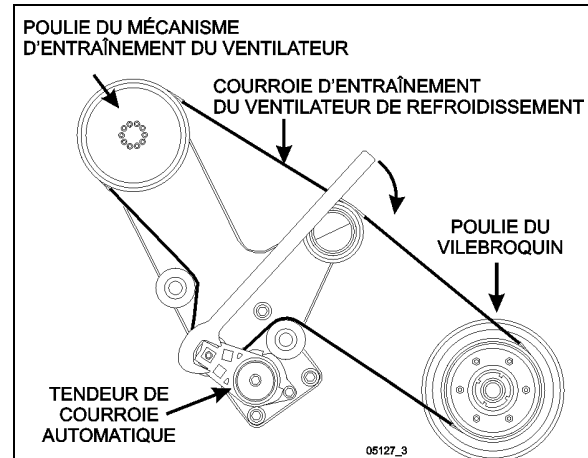

FIGURE 30 : PASSAGE DE LA COURROIE D'ENTRAÎNEMENT (MOTEUR VOLVO D13)
1. Enrouler la nouvelle courroie d'entraînement autour de la poulie du mécanisme d'entraînement du ventilateur, les galets et le galet tendeur automatique comme illustré à la figure 30.
signalisation située dans le premier compartiment à bagages, côté droit), tourner le tendeur automatique dans le sens horaire pour soulager la tension sur la courroie et tenir le tendeur en cette position (Figure 30).